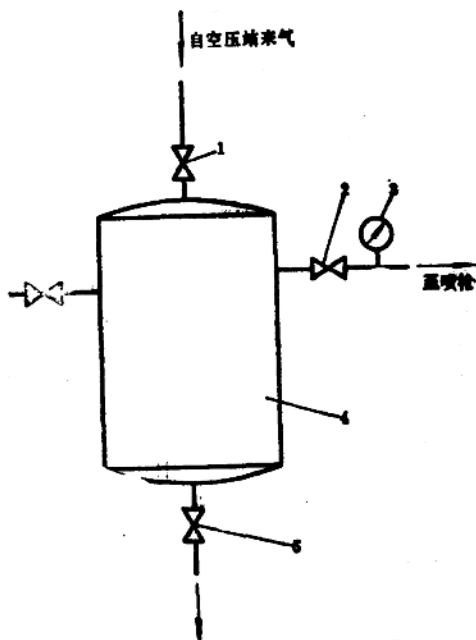

图1.1-3 简易油水分离器示意图
3. 空气压缩机或空气压缩站 它是产生压缩空气的设备。空气压缩站通向施工场所的管路末端，应装有压力表和调节气压的减压阀以及油水分离装置。简易油水分离器示意图，如图 1.1-3 所示。